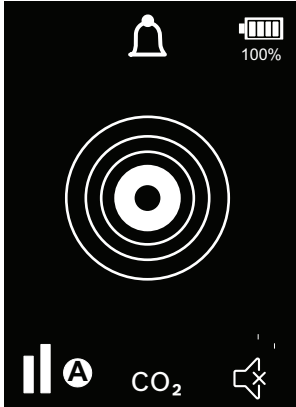

Abb. 11: Alarmanzeige bei stummgeschaltetem Audio (im Automatikmodus)
- ! Bei stummgeschaltetem Alarm erscheinen ein Glockensymbol und die Anzeige der relativen Leckgröße, wenn Kältemittel (CO₂) erkannt wird (siehe Abb. 11 und Abb. 12; Punkt 12c).